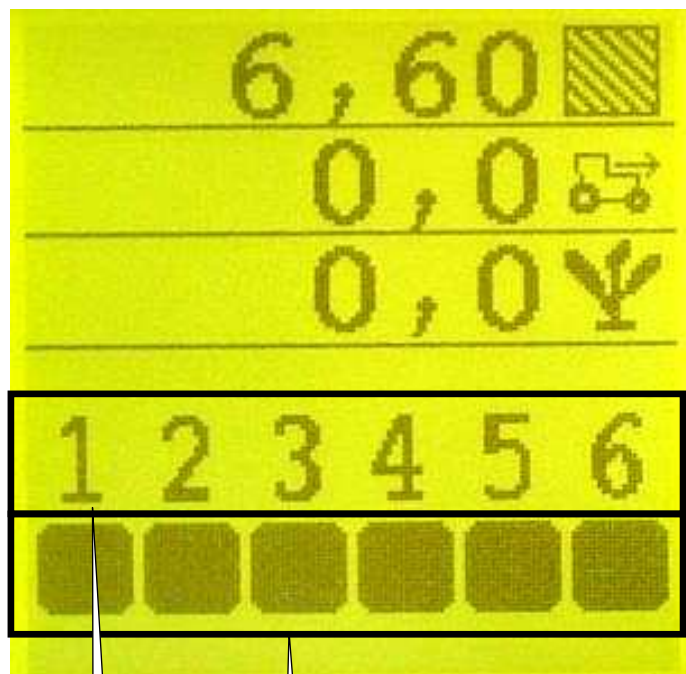

Fig. 1
- E: velocidad de avance (Fig. 1)
Dopo aver messo la console in tensione, viene visualizzata la schermata principale (Fig. 1) che corrisponde alla modalità d'uso.
- C: contatore di superficie parziale (Fig. 1)
- D: quantità media di semi (Fig. 1)
- E: velocità d'avanzamento (Fig. 1)
Les numéros sur la partie inférieure de l'écran A (Fig. 1) correspondent aux rangs du semoir. Les rangs sont numérotés de la gauche vers la droite par rapport au sens d'avancement.
Les carrés B (Fig. 1) sous les numéros de rangs informent sur l'état des rangs.
The numbers in the lower part of the screen A (Fig. 1) correspond to the seeder's rows. The rows are numbered from left to right in relation to the forward direction.
The squares B (Fig. 1) under the row numbers provide information about the state of the rows.